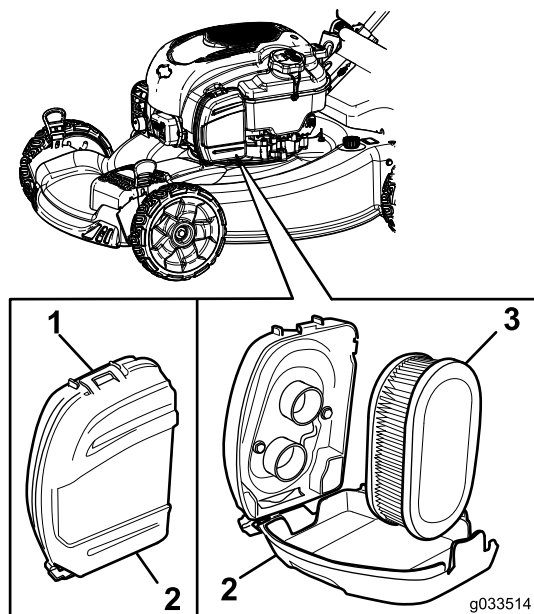

図 26
1. エアフィルタカバー上部のクリップを外す 図 26。
2. エアフィルタを取り外す (図 26)。